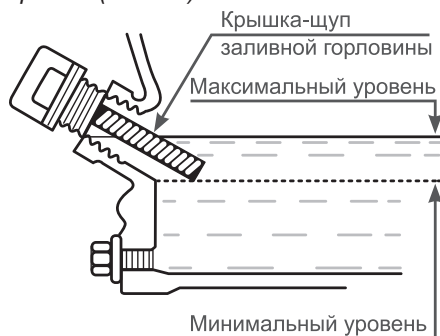

Рис. 27 Проверка уровня масла
Максимальный уровень масла в картере соответствует нижней кромке заливного отверстия (Рис. 27).
7. При недостаточном уровне масла в картере необходимо долить чистое масло до верхней отметки на щупе, что соответствует нижней кромке заливного отверстия (Рис. 27).